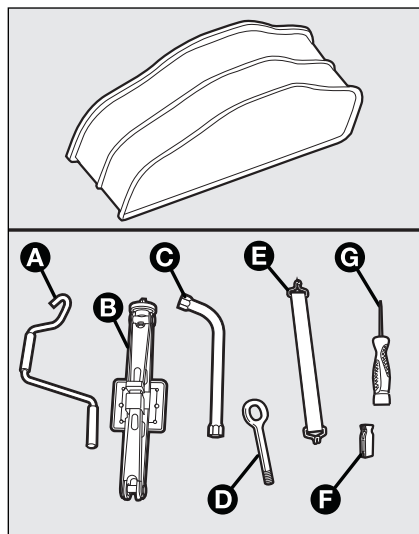
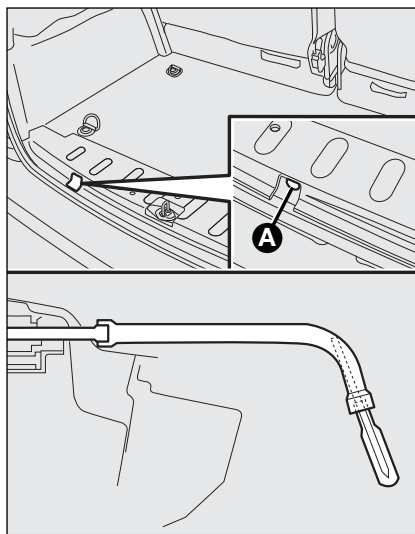
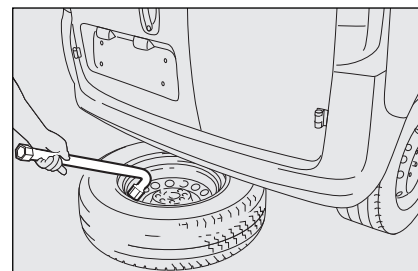

fig. 4
fig. 5
fig. 6
□ in de tas zitten de volgende gereedschappen **fig. 4**:
□ pak de sleutel **C-fig. 4** en draai vanuit de laadruimte de borgbout van het reservewiel los **A-fig. 5**, zodat het reservewiel zakt. Steek om de benodigde kracht te verminderen de schroevendraaier **G-fig. 4** in de uitsparing van de sleutel **C**;
□ gebruik de sleutel **C-fig. 4** om het wiel onder de auto vandaan te trekken **fig. 6**;
- ☐ draai met de sleutel **C**-fig. 4 de wielbouten van het te verwisselen wiel ongeveer een slag los;
- ☐ draai de borgbout **A-fig. 5** aan om het wiel op te tillen;